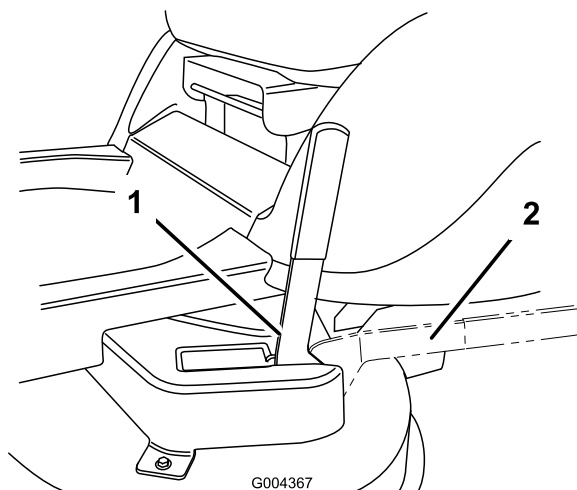

Figura 16
3. Mettete la leva Recycler su richiesta (Figura 16) nella posizione desiderata: